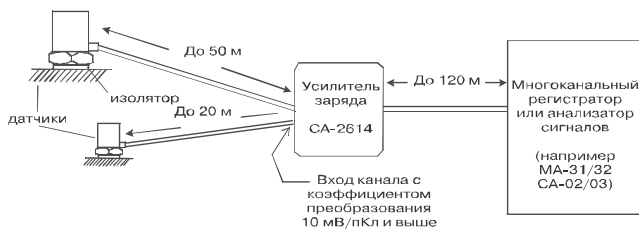

Рисунок 12.1
- 12.1.6 Рекомендуемая длина кабелей от усилителя до регистрирующего или показывающего оборудования (платы сбора данных, осциллографа) - не более 20 м. Рекомендуется также собрать кабели в плотный пучок для предотвращения появления земляных петель заметной площади (рис.12.1).